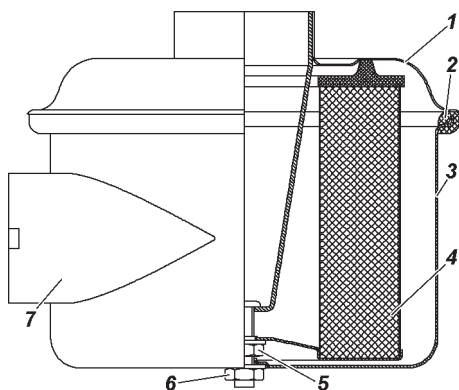

Рис. 9.12. Воздушный фильтр:
- отверните гайку 6 (рис. 9.12) и выньте из корпуса фильтра крышку 1 с фильтрующим элементом 4;